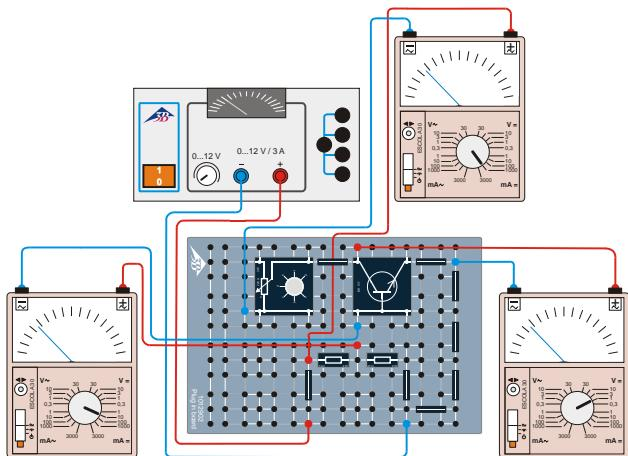

Fig. 5: Esquema de ligação para registro da curva característica de saída.
- Montar a ligação conforme a Fig 5. Substituir o potenciômetro $1\text{ k}\Omega$ pelo resistor $47\text{ k}\Omega$. Inserir, adicionalmente, potenciômetro $220\text{ }\Omega$ antes do coletor. Os três multímetros analógicos conectados destinam-se ao controle da força da corrente básica I_B e à medição da tensão coletor-emissor básica U_{CE} e da força da corrente do coletor I_C .